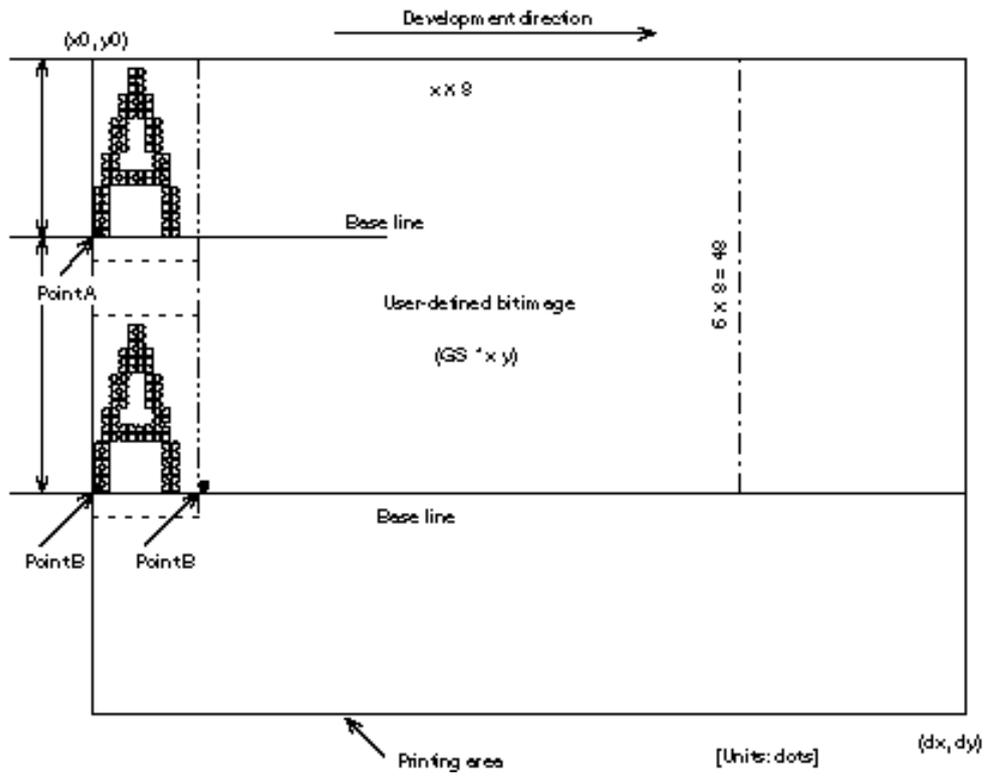

图 3.10.4 下传位图打印位置
- 4) 行间隔的缺省值设置为1/6英寸，相当于在垂直方向上的30个点。如果下一行打印数据包括比双倍高字符还要高的放大字符、占两行以上的位图、或是比正常字符高的条形码时，行进纸量可能不足，会导致字符高出来的点与前面的行重叠。为了避免这种情况，增加行间距。在图 3.10.4中，要求行间距大于等于27点（54 pitch）。